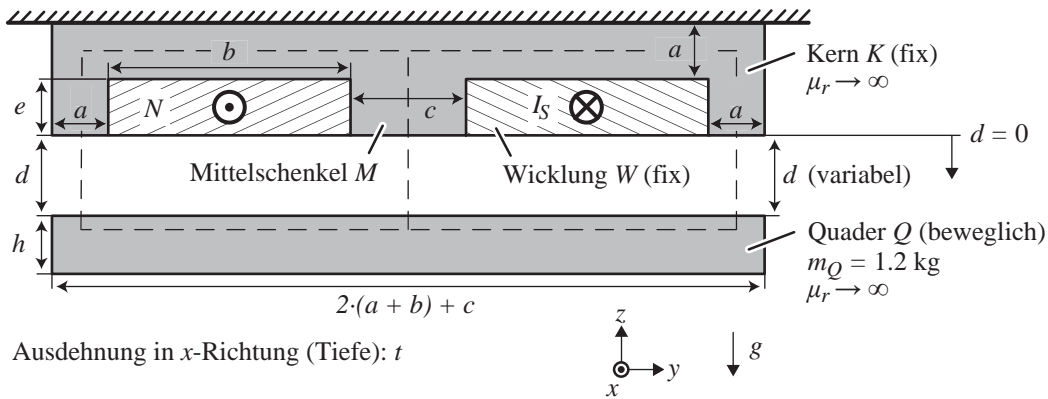

Fig. 4: Aufbau des für die Berechnungen betrachteten magnetischen Kreises.
Mit Hilfe der in **Fig. 4** gezeigten Anordnung bestehend aus der Wicklung W und dem Kern K soll der Quader Q berührungslos in der Luft in Schwebe gehalten werden. Die Wicklung wird von einem Strom I_S durchflossen und hat die Windungszahl N . Der Kern und der Quader bestehen aus magnetisch ideal leitfähigem Material mit der relativen Permeabilität $\mu_r \rightarrow \infty$. Die magnetische Flussdichte im Kern, im Quader und im Luftspalt zwischen Kern und Quader kann als homogen angenommen werden.
- Zeichnen Sie das Reluktanzmodell der Anordnung in **Fig. 4** und berechnen Sie die darin vorkommenden magnetischen Widerstände. Berechnen Sie zusätzlich den magnetischen Fluss ϕ_M und die magnetische Flussdichte B_M im Mittelschenkel M . Geben Sie nur algebraische Formeln an und beachten Sie die Kerntiefe t sowie die relative Permeabilität des Kerns und des Quaders von $\mu_r \rightarrow \infty$.
- Berechnen Sie die Induktivität L der Anordnung in **Fig. 4** und die darin gespeicherte magnetische Energie w_e als Funktion des Abstandes d zwischen Kern und Quader. Berechnen Sie daraus die Reluktanzkraft $F_{\text{rel}} = -\partial w_e / \partial d$, die auf den Quader wirkt, indem Sie die Energie w_e nach d ableiten.